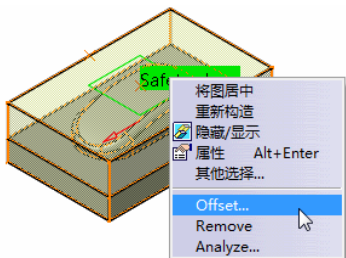
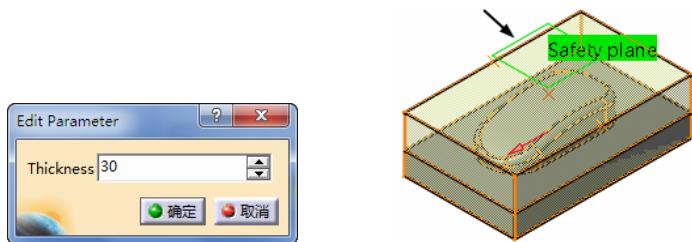

图 3-15 快捷菜单 (1)
图 3-16 创建的安全平面 (1)
- 右键单击所创建的安全平面, 在弹出的快捷菜单 (1) 中选择 “Offset” 命令, 如图 3-15 所示。系统弹出 “Edit Parameter” 对话框, 在 “Thickness” 文本框中输入偏移值 “30”, 单击 “确定” 按钮, 创建的安全平面 (1), 如图 3-16 所示。